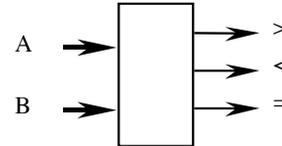

figure 3
- Synthèse d'un comparateur 4 bits (figure 3).